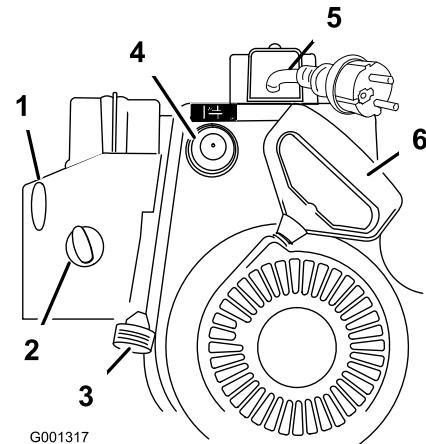

Figura 15
- Avviate lo spazzaneve usando l'avviatore autoavvolgente o l'avviamento elettrico (Figura 15).